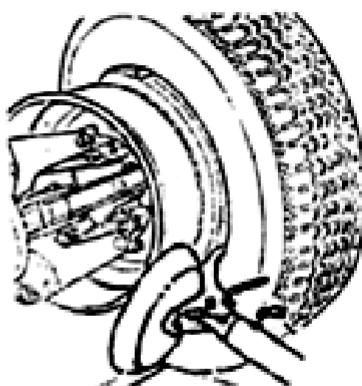
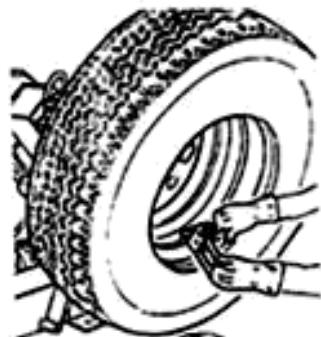

Fig 14
Fig15
- (5) Поднимите обод и шину, вращайте их по часовой стрелке на 15-20 мм, шина будет располагаться под углом к ободу.
- (6) Убедитесь в том, что монтажный палец направлен на шину. В противном случае опустите блокировку, поверните палец на 180° и зафиксируйте.
- (7) Установите монтажный палец на расстоянии 5 мм от обода.
- (8) Вращайте колесо по часовой стрелке до тех пор, пока фиксатор шины не окажется в крайней нижней точке (рис. 14).
- (9) Снимите тиски с обода и установите инструмент в исходное положение (нерабочее).
- (10) Поверните инструментальную консоль к внешней части шины и зафиксируйте ее.
- (11) Установите тиски на внутренней стороне обода и вращайте колесо до тех пор, пока фиксатор не окажется в крайней верхней точке (рис. 15)